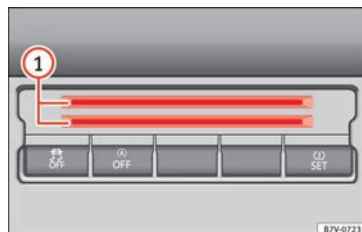

Fig. 105 Parte inferior de la consola central: compartimento para tarjetas.
En la parte inferior de la consola central hay un compartimento » **fig. 105** ① para depositar monedas, tarjetas, resguardos de aparcamiento o similares.